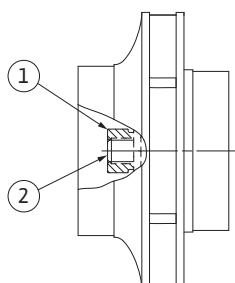

Fig. 55: Правильное положение гайки рабочего колеса после монтажа
29. Удерживая вал (см. операцию 24), затянуть гайку рабочего колеса с предписанным моментом (см. список «Таблица 11. Моменты затяжки винтов» на странице 251). Гайка (Fig. 55, поз. 1) должна располагаться заподлицо с концом вала (Fig. 55, поз. 2) с допуском $\pm 0,5$ мм. Если это условие не выполняется, ослабить гайку и повторить операции 25 – 29.